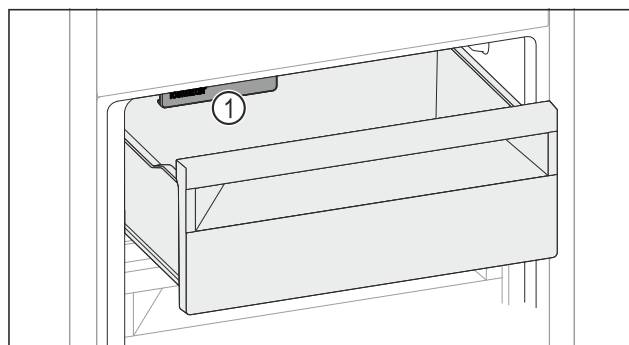

Fig. 155
- ▶ Živila vstavite v predal. Če ste živila vstavili na levo stran predala: ▶ Upoštevajte IceMaker Fig. 155 (1).